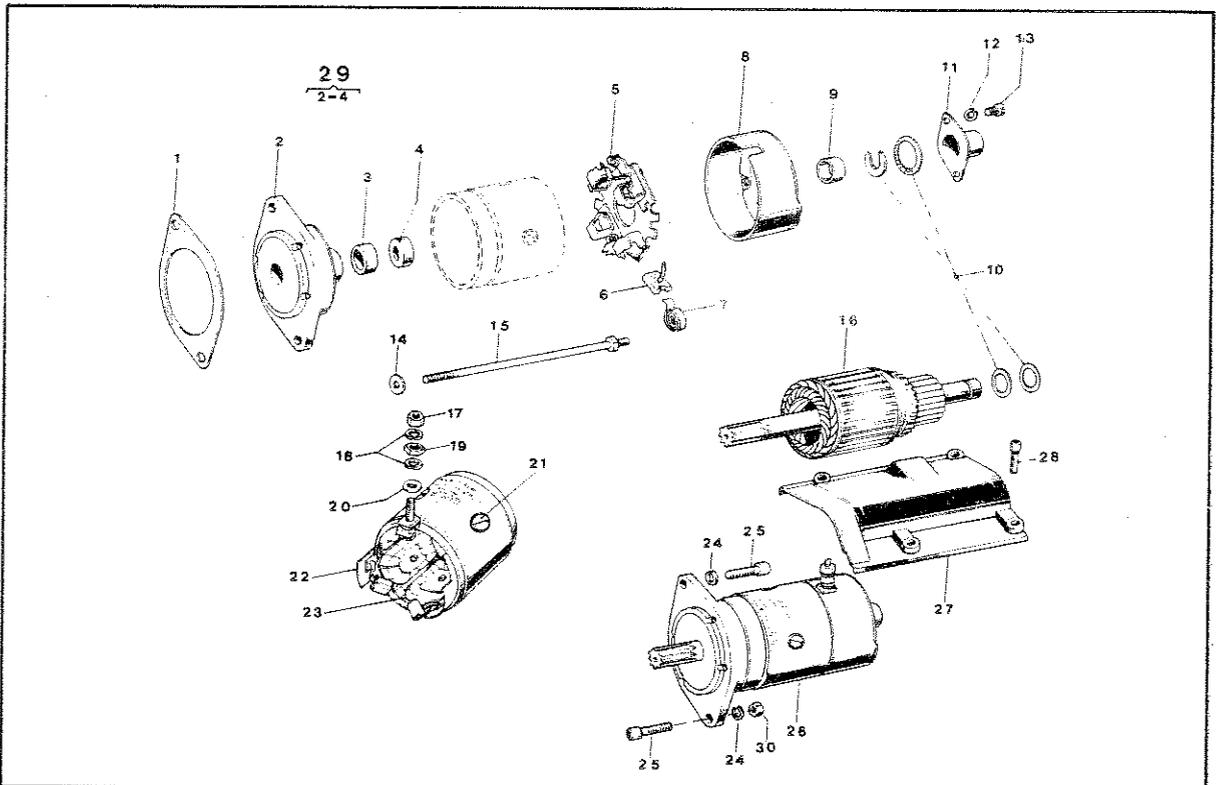

Fig. 175
Smontaggio del motorino nei suoi componenti (Fig. 175)
Starter motor disassembly (Fig. 175)
- 4) Verificare lo stato del paraolio (4 - Fig. 175); se in cattive condizioni, sostituirlo.
- 4) Check the oil seal (4 - Fig. 175). If it is in bad conditions, discard it and fit a new one.